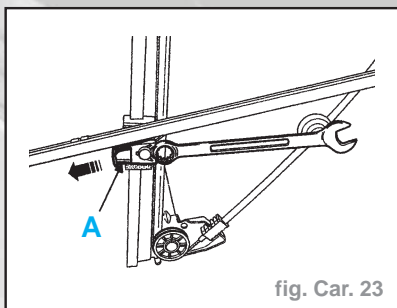

fig. Car. 23
- Ôter la fourchette de fixation (A) et dégager la vitre de l'axe du chariot (1) (fig. Car. 23 et 24).